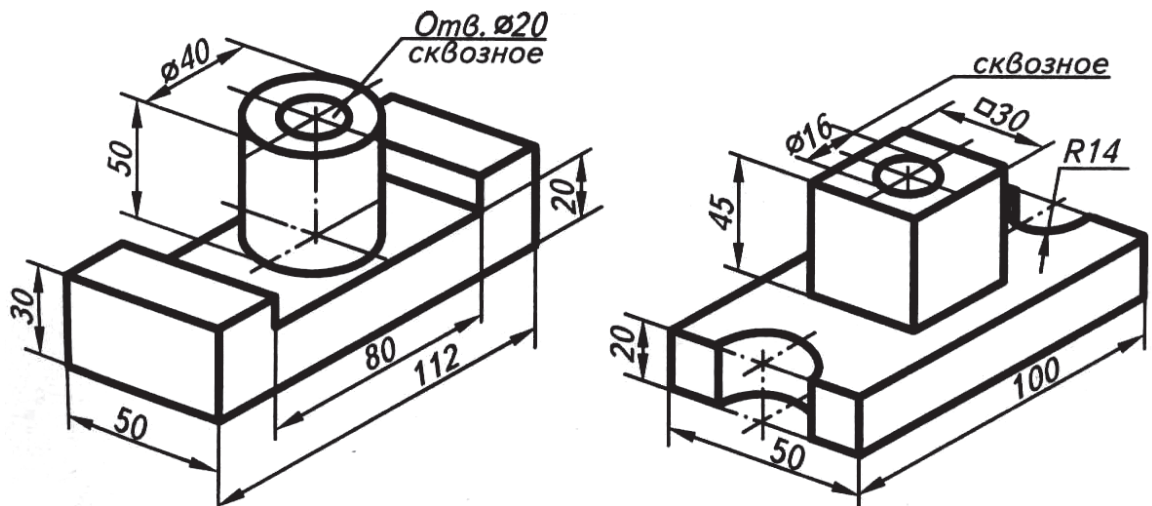

Рис. 2 Наглядное изображение деталей
**Задание 2** По наглядному изображению детали постройте три вида. Рис. 2